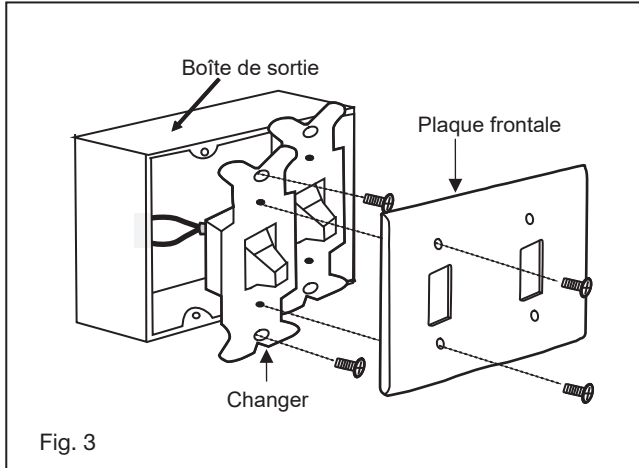

Fig. 3
- 1 Retirez la plaque murale existante et l'ancien interrupteur de la boîte de prise murale. (Fig. 3)
Un débit d'air descendant crée un effet rafraîchissant, comme illustré à la Figure 3. Cela vous permet de régler votre climatiseur à une température plus élevée sans compromettre votre confort.